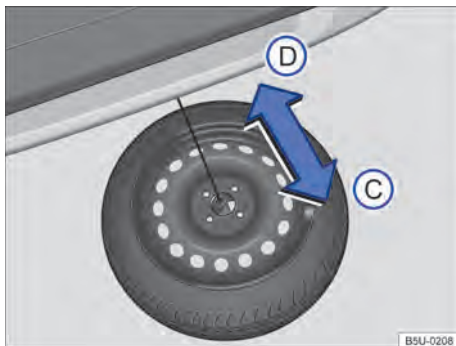

Fig. 166 Sob o veículo: roda de emergência totalmente no piso e retirada de baixo do veículo.
- Puxar com cuidado a roda de emergência, no sentido da seta ⇒ Fig. 166 (C), retirando-a de baixo do veículo.